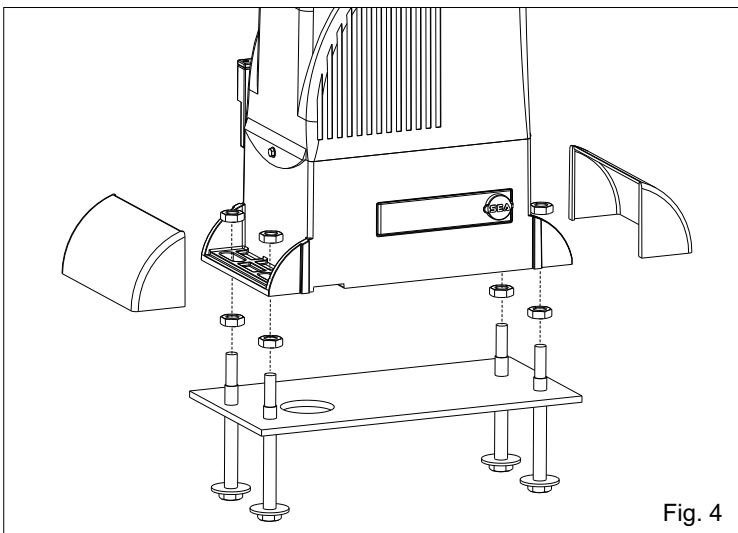

Fig. 4
4.1. Fijar el motorreductor a la placa de fundación regulando la posición lateral y su altura (Fig. 4 - Fig. 5) para respetar las cotas mencionadas en Fig. 2.